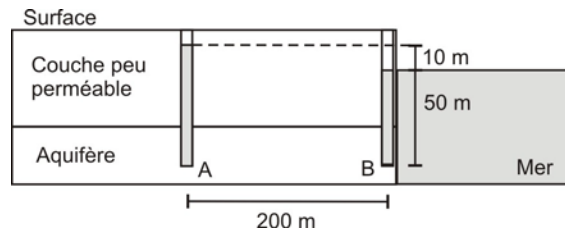

Figure 2. Coupe verticale montrant un aquifère côtier.
- 2) (10 points) Dans une région côtière, un aquifère confiné constitué de roc fracturé est en contact avec la mer (voir Figure 2). Un piézomètre A, installé dans l'aquifère à une distance horizontale de 200 m de la mer, indique un niveau d'eau à 10 m au-dessus du niveau de la mer. Un piézomètre B installé dans l'aquifère à la même élévation que A mais au contact avec la mer indique un niveau d'eau égal au niveau de la mer. L'eau dans l'aquifère au point A est douce tandis que l'eau au point B est salée avec une masse volumique de 1030 kg/m^3 . La conductivité hydraulique du roc fracturé est 10^{-5} m/s . L'écoulement de l'eau souterraine dans l'aquifère est horizontal et vers la mer. Calculez le débit spécifique d'écoulement (q) vers la mer (en m/s).